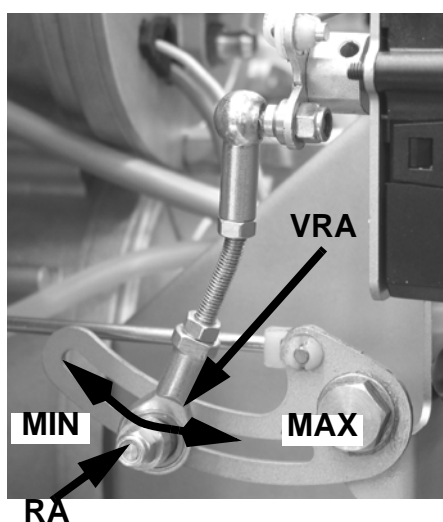

Fig. 14
- 13 La **regulación del aire** comburente se efectúa mediante el servomando. La rotación del servomando debe ser siempre igual a 90° (ver el capítulo siguiente) con cualquier calibración de llama alta y baja. La apertura del registro de aire se regula mediante la excéntrica con ojetete de Fig. 14. Para regular el caudal de aire aflojar la tuerca **RA** (Fig. 14) y mover la palanca **VRA** a lo largo del ojetete como se indica, para aumentar o disminuir el caudal de aire, hasta obtener el caudal requerido, bloquear luego la tuerca **RA** en la posición correspondiente.